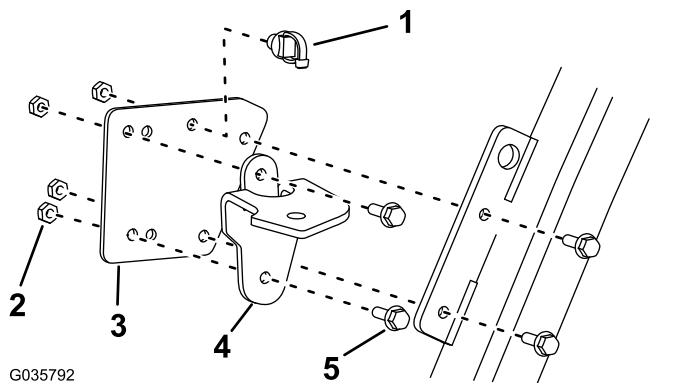

図 3
1. 右マウントにタイクリップを取り付ける 図 3。
2. 右マウントを1つの延長プレートに取り付けるボルト2本とナット2個を使用する 図 3。
3. キャブの右前吊り上げポイントのところに、延長プレートを固定するボルト2本とナット2個を使用する 図 3。